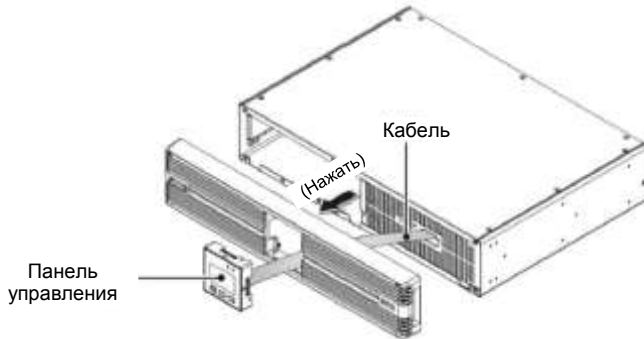

Рисунок 3-6: Снятие панели управления
- 1 Осторожно протолкните заднюю часть панели управления с задней стороны передней пластиковой панели. Выполняйте данную процедуру осторожно, чтобы не повредить кабель, соединяющий панель управления с разъемом ИБП. См. **Рисунок 3-6**.